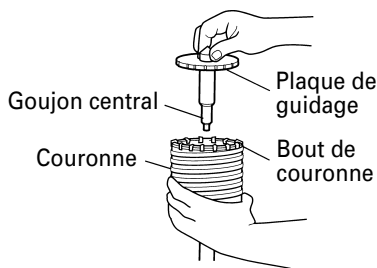

Fig. 17
- (3) Introduire la gijon central dans la plaque de guidage jusqu'à ce qu'il arrête.
- (4) Engager la plaque de guidage dans la couronne et tourner la plaque de guidage à gauche ou à droite de manière à ce qu'elle ne puisse pas tomber, même si elle orientée vers le bas. (Fig. 17)